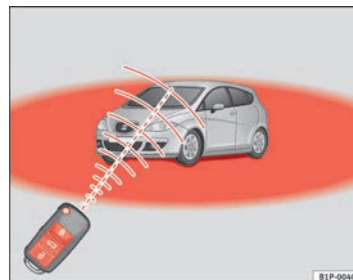

Abb. 63 Wirkungs-
- Die Funk-Fernbedienung funktioniert nur, wenn Sie sich im Wirkungsbereich befinden ⇒ Abb. 63 (roter Bereich).